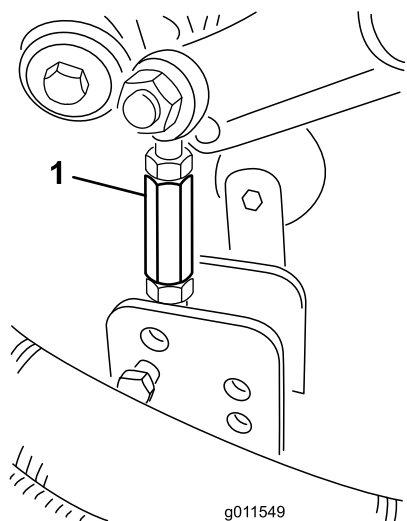

Рисунок 23
- Расшплинтуйте и снимите штифты с отверстиями, которые крепят тяги демпферов к кронштейнам режущих блоков (Рисунок 23).